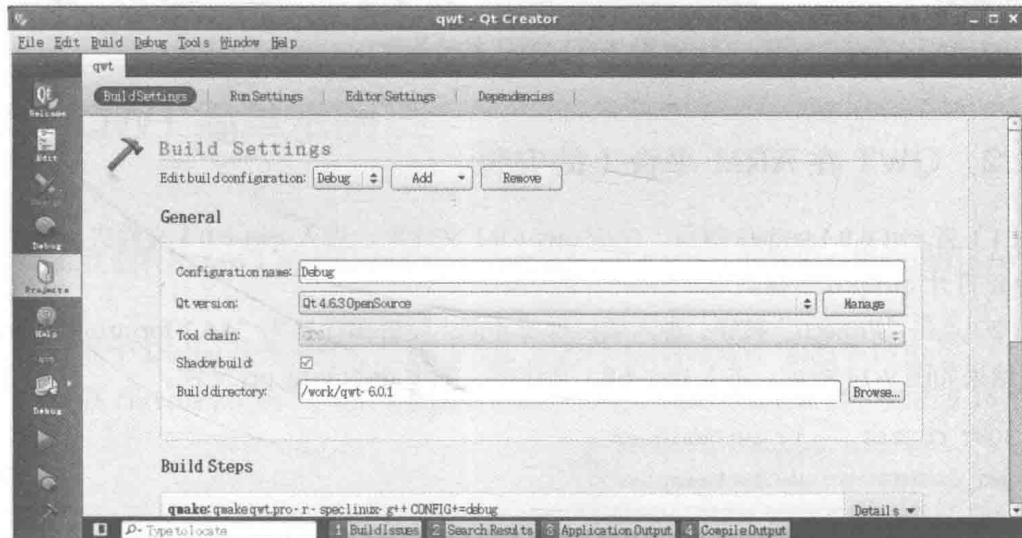

图 9-12 QWT 工具链设置界面
- (1) 将 qwt-6.0.1.tar.bz2 解压，生成 qwt-6.0.1 文件夹。
- (2) 进入 qwt-6.0.1 文件夹，利用 QtCreator 打开 qwt.pro 工程。
- (3) 点击“Projects”按钮进入项目设置界面，设置编译器为 Qt 4.6.3 OpenSource，设置结果如图 9-12 所示；进入 qwt-6.0.1 文件夹，编辑 qwtconfig.pri 文件。